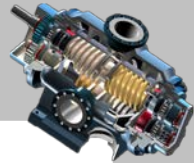

图 7.1.9 “尺寸”操控板
Step2. 在“尺寸”操控板中单击  按钮，在  文本框中输入文字“螺栓长度”，如图 7.1.9 所示，然后在空白处单击。